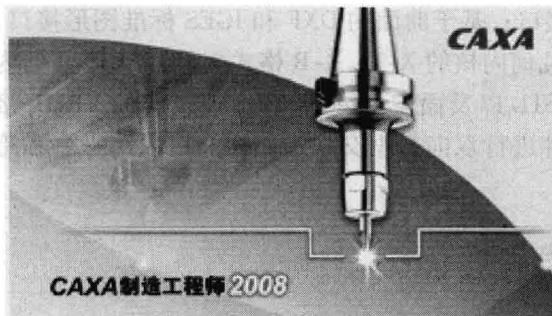

图 1-2 【CAXA 制造工程师 2008】界面
(2) 单击安装产品中的【制造工程师安装】选项，系统弹出如图 1-2 所示的【CAXA 制造工程师 2008】界面及如图 1-3 所示的【准备安装】界面。